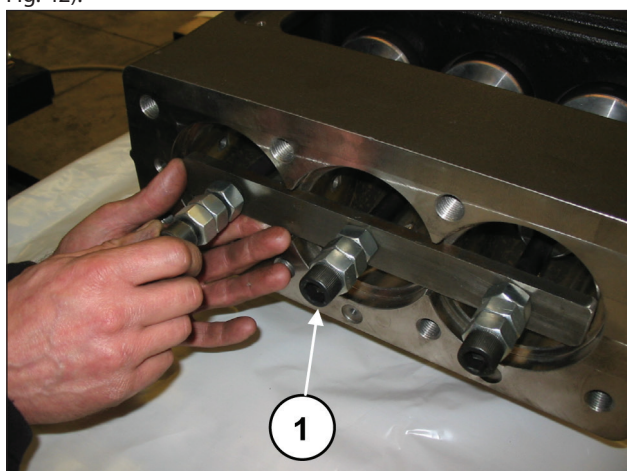
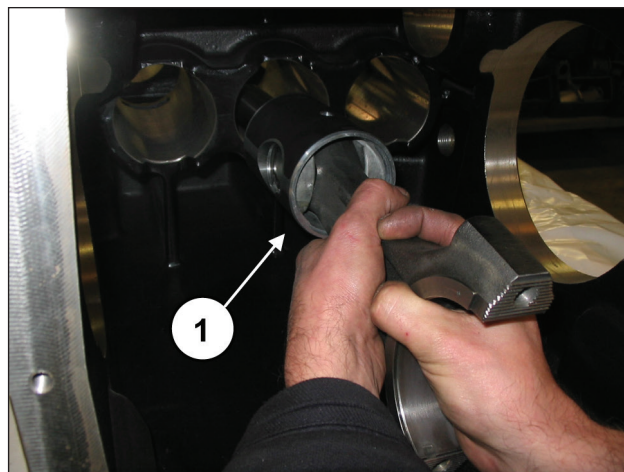
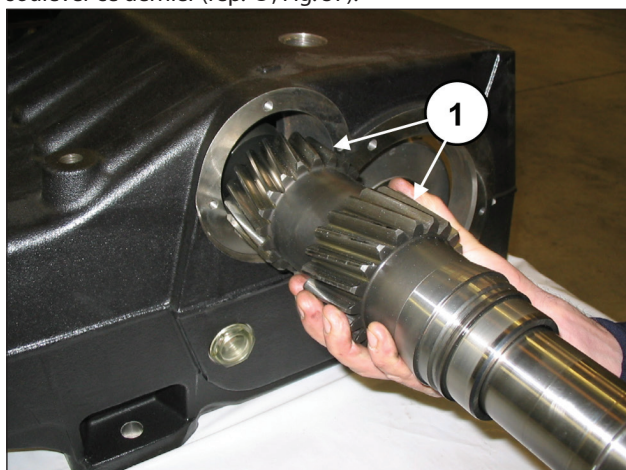

Fig. 41
Fig. 42
Fig. 56
Dévisser les vis de l'outil réf. 27566200 pour débloquer les bielles (rep. ①, Fig. 41) puis dégager les ensembles bielle-guide de piston par l'ouverture arrière du carter (rep. ①, Fig. 42).
Après s'être assuré que le carter est propre, insérer l'ensemble demi-bielle/guide de piston dans les chemises du carter (rep. ①, Fig. 42).
Bloquer les trois groupes à l'aide de l'outil réf. 27566200 (rep. ①, Fig. 41).
Déposer l'outil de maintien des bielles réf. 27566200 (rep. ①, Fig. 41) et faire coulisser les bielles en arrière jusqu'à les amener en contact avec le vilebrequin. Insérer l'arbre de la prise de force prémonté dans le carter (rep. ①, Fig. 56) en le faisant passer du côté opposé de celui où ont été prémontées la bague extérieure du roulement et la douille de lubrification des roulements.
Insérer l'arbre de la prise de force dans le carter de sorte que les dents soient tournées comme le montre la Fig. 56.